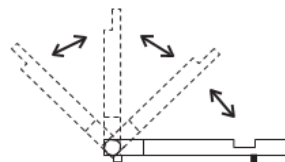

Bild 2
2. Öffnen Sie das Oberteil (Bild 2).